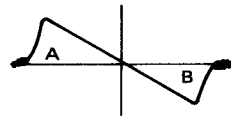

Fig. 2 Abb. 2
- Note 3:** Confirm that the A and B are symmetry and linear as shown in Fig. 2. Since the ceramic discriminator is used, no adjustments are required for S-curve.
- Hinweis 3:** Überprüfen, daß A und B symmetrisch und linear sind, siehe Abb. 2. Da ein Keramik-Diskriminator verwendet wird, sind für die S-Kurve keine Einstellungen erforderlich.
- Note 3:** S'assurer que A et B sont symétriques et linéaires comme indiqué dans la figure 2. Du fait d'un discriminateur à céramique est utilisé, aucun ajustement n'est requis pour la courbe S.